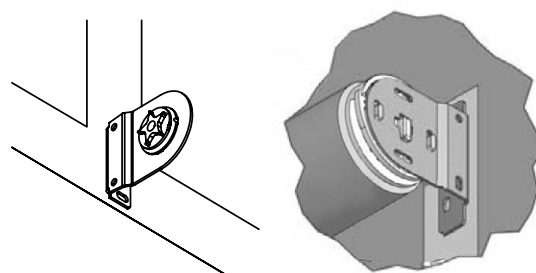

Рис. 10. Установка правого изделия
4. Вставить заглушки со звездой в соединительные кронштейны (Рис. 10).
5. Установить изделие с управлением сначала в соединительный кронштейн, а затем в боковой кронштейн так, чтобы крючок на торце был направлен вертикально вниз (Рис.10).